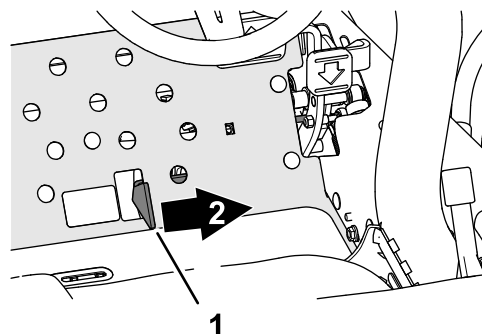

Figura 37
- Premete l'interruttore di azionamento degli apparati di taglio in posizione di INNESTO (Figura 37).
4. Spingete la leva Abbassa-Tosa/Alza in avanti (Figura 37) per abbassare e far ruotare gli apparati di taglio (gli apparati di taglio anteriori sono programmati per abbassarsi prima degli apparati di taglio posteriori).